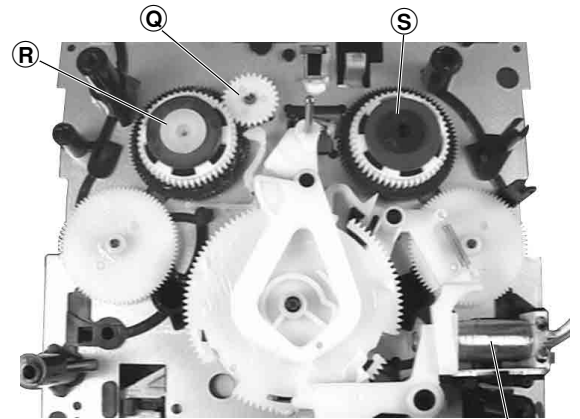

Fig. 27
- Bei Bedarf das Zahnrad ⑨ abziehen (Fig. 27).
- Nehmen Sie die Kupplungen ⑩/⑪ nach hinten heraus.
- If necessary pull off the gearwheel ⑨ (Fig. 27).
- Remove the clutches ⑩/⑪ towards the rear.